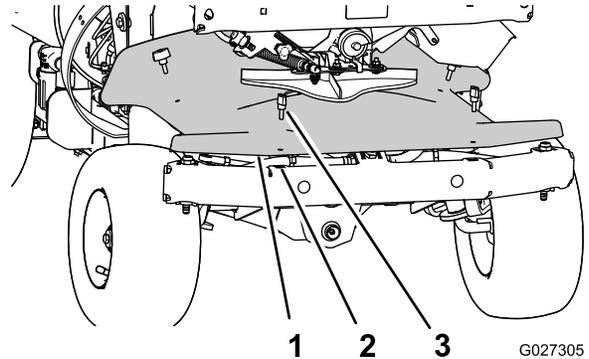

Figura 79
- A. Retire los cuatro tornillos de orejeta que sujetan la tapa delantera (debajo del impulsor) al chasis, y retire la tapa (Figura 79).